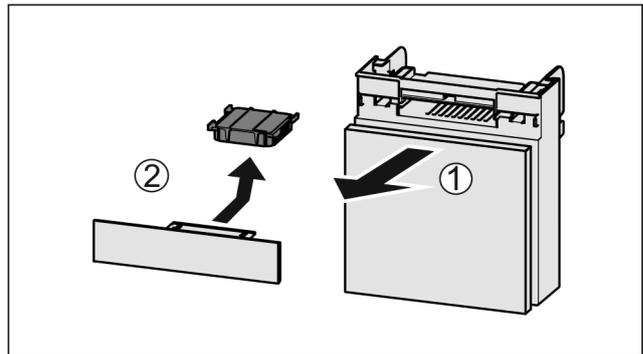

Fig. 114
- Retire el compartimiento hacia delante Fig. 114 (1).
- Retire el filtro de carbón activo Fig. 114 (2).